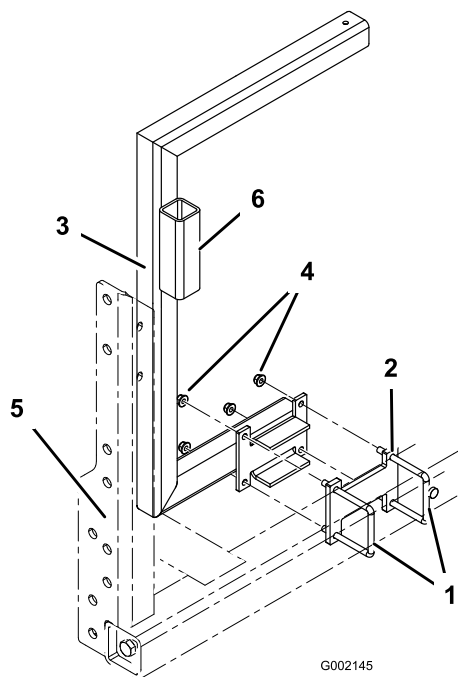

図 3
2. 右側リールサポート（スプレーガン・ホルダのついているサポート）を、車両のフレームの、先ほど 2 つの U ボルトとスペーサを取り付けた場所に取り付ける（図 3）。フレームをフランジナット 4 本（3/8 インチ）で固定する。取り付けると、サポートがタンクの後端部を包むようになる。